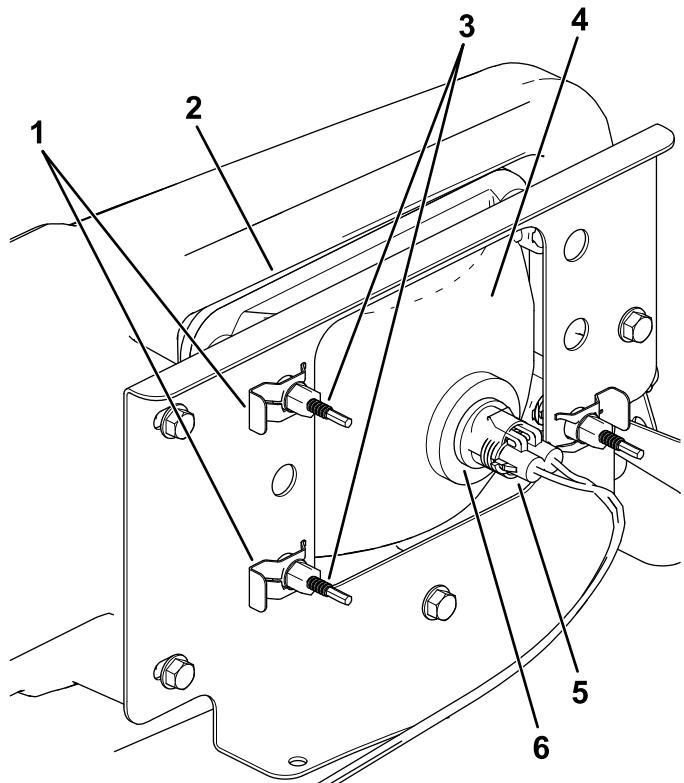

Figura 39
- 4. Retire os clipe rápidos que fixam o farol ao respetivo suporte (Figura 39).
- 5. Retire o conjunto do farol movendo-o para a frente através da abertura no pára-choques dianteiro (Figura 39).
- 6. Instale o novo farol através da abertura no pára-choques (Figura 39).
- 8. Ligue o conector elétrico para a cablagem ao conector do conjunto da lâmpada (Figura 39).
3. Desligue o conector elétrico para a cablagem do conector do conjunto da lâmpada (Figura 39).
5. Na parte traseira do conjunto de faróis, rode os parafusos de ajuste (Figura 39) para inclinar o conjunto dos faróis e alinhar a posição do feixe.